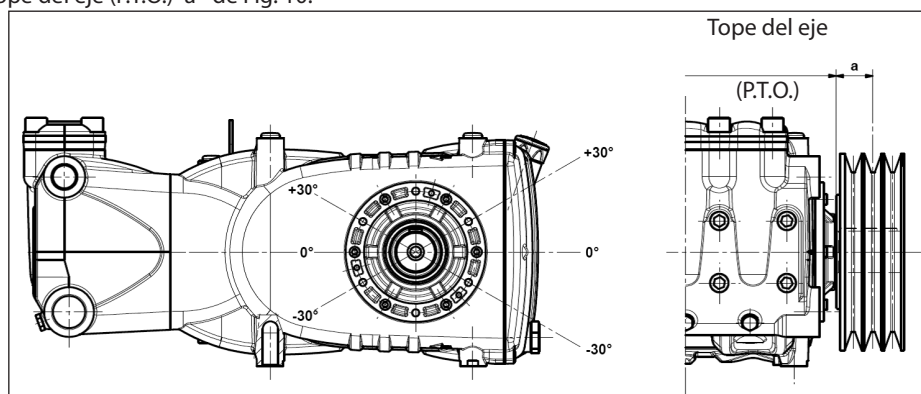

Fig. 10
La carga radial sobre el eje no debe ser superior a 4500 N (valor necesario para definir el Layout). La transmisión es considerada adecuada si tal carga es aplicada a una distancia máxima  $a = 50$  mm del tope del eje (P.T.O) como se indica en la Fig. 10.
- b) Utilizar correas de alto rendimiento – por ejemplo **XPB** en lugar de **SPB** – ya que resultará necesario una cantidad inferior de correas en paridad de potencia transmitida y una consecuente distancia inferior de la resultante con respecto al tope del eje (P.T.O.) "a" de Fig. 10.